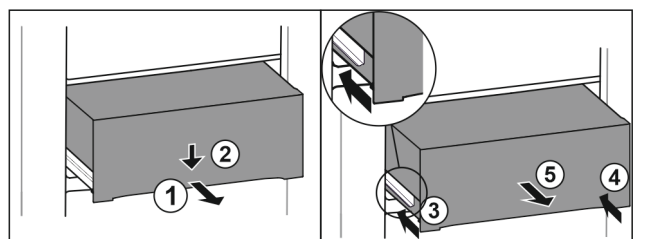

Fig. 100
- ▶ Lade er half uittrekken. Fig. 100 (1)
- ▶ Schuiflade aan de voorzijde omlaag drukken. Fig. 100 (2)
- ▶ Linker rail ca. 2 cm inschuiven. Fig. 100 (3)
- ▶ Rechter rail ca. 2 cm inschuiven. Fig. 100 (4)
- ▶ Lade naar voren toe verwijderen. Fig. 100 (5)